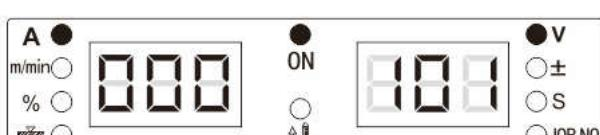

Рисунок 3-27. Отображение проверки версии программного обеспечения
- Поворотом регулятора панели управления установите запрос проверки версии программного обеспечения FB0 (см. Рисунок 3-27).